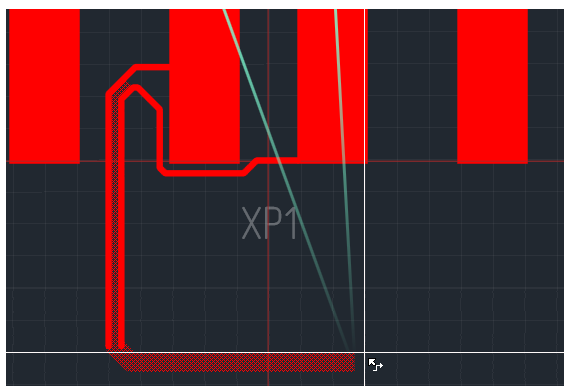

Рис. 301 Продолжение трассировки диффпары
4. Зафиксировать нажатием левой кнопки мыши демонстрируемый участок, см. Рис. 301. При этом сразу начинает трассироваться новый участок;